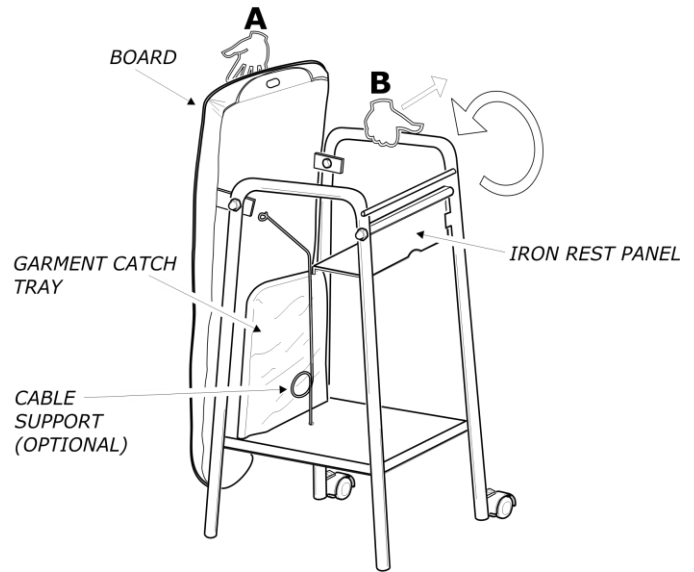

Fig. 3
Per trainare il tavolo afferrarlo per il punto A e per il punto B e inclinarlo leggermente finché le ruote non toccano il suolo (fig. 3).
4. rotate the iron rest panel towards the internal part of the table (fig. 3).
In order to displace the table, seize it at points A & B and incline it slightly so that the wheels touch the floor (fig. 3).